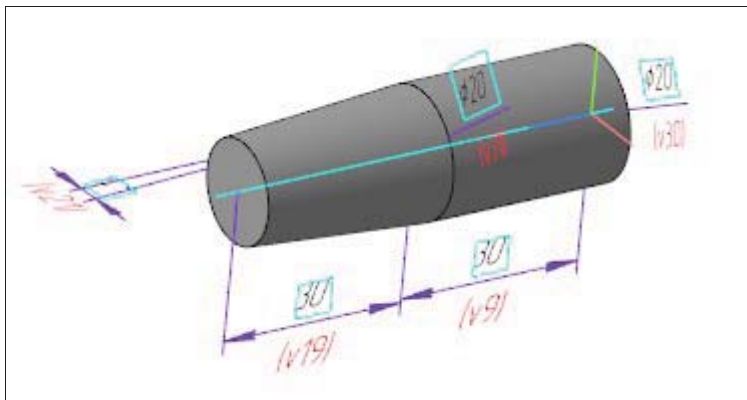

Рис. 28.10. Производные размеры на модели Вал-заготовка
- ◆ укажите в графической области или в **Дереве** модели объекты, размеры которых нужно отобразить в виде элементов оформления. Например, конус вала, фаску. В графической области появятся фантомы размеров (рис. 28.10). Вы можете изменить конфигурацию размеров, не прерывая работы команды. Для этого выделите размер и отредактируйте его с помощью характерных точек;